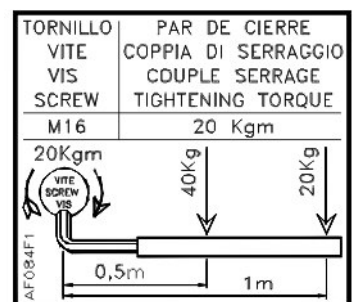

Fig.8
Smontare la ganascia porta asta (pos.66 fig.6) fissata all'albero di manovra e riposizionarla sul lato opposto dell'albero di manovra previo smontaggio del tappo in plastica di colore nero che andrà a chiudere il foro lasciato libero sul lato opposto. Attenzione il serraggio della vite a brugola che fissa la ganascia all'albero di manovra deve rispettare i valori riportati sulla targa adesiva presente sulla ganascia (vedi fig. 8).
To get off the jaw of the arm (pos.66 fig.6) fixed to the tree of manoeuvre and put it again on the opposite side of the tree of manoeuvre previous uninstal the black plastic cork that it will close the hole left on the opposite side free. Warning: the shutting of the socket cap srew that fixes the jaw to the tree of manoeuvre has to respect the values brought on the present adhesive plate on the jaw (you see fig. 8).
Démontrer l'etau porte-lisse (pos.66 fig.6) fixée à l'arbre de manoeuvre et la remettre sur le côté opposé de l'arbre de manoeuvre en ayant démonté en avant le bouche en plastique de couleur noire qui ira fermer le trou laissé libre sur le côté opposé. Attention : le serrage des vies à brugola qui fixe l'etau à l'arbre de manoeuvre doit respecter les valeurs rapportées sur la palque adhésive présent sur l'etau (voir fig. 8).